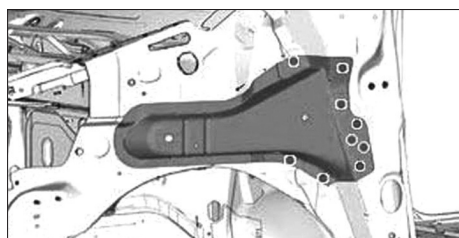

FIG. 41
- Souder par points bouchons (Fig.41).